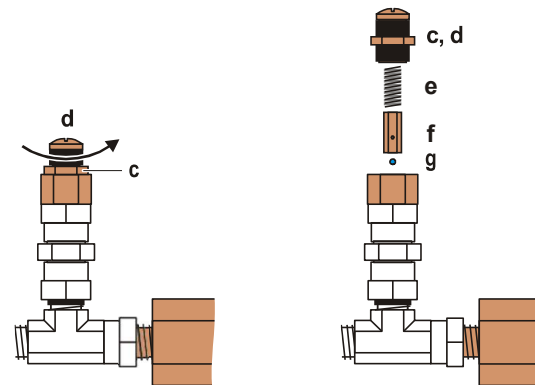

Fig. 7 : Démontage de la soupape de sûreté.
- Dévisser le contre-écrou (SW 14) de la soupape de sûreté et enlever le capuchon de valve en le dévissant à l'aide d'un tournevis (cf. Fig. 7).